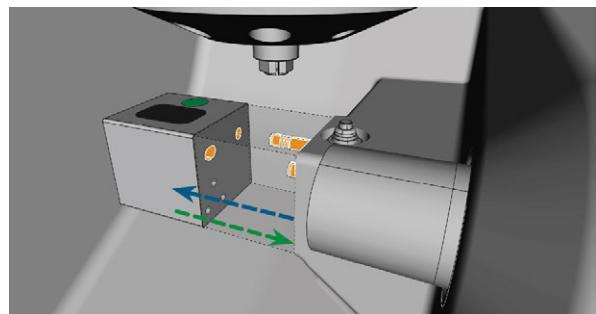

FIG. 46 SOSTITUIRE IL MAGAZZINO UTENSILI (PORTA-UTENSILI DI FRESATURA E FORI NEL MAGAZZINO UTENSILI CONTRASSEGNAI IN ARANCIONE)
3. Se è montato un magazzino utensili errato, rimuoverlo estraendolo dal porta-utensili di fresatura (Fig. 46 alla pagina precedente, freccia blu).
6. Se necessario, inserire il magazzino utensili sul porta-utensili di fresatura (Fig. 46 alla pagina precedente, freccia verde):